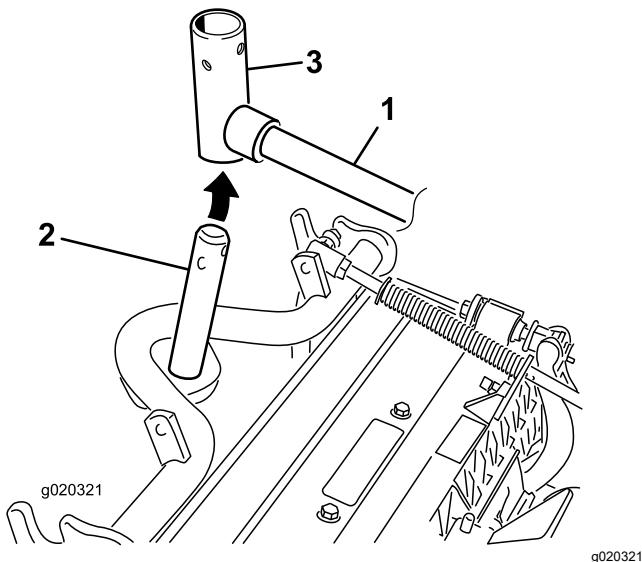

Figura 10
10. En el caso de las unidades de corte delanteras, deslice una unidad de corte debajo del brazo de elevación mientras coloca el eje del bastidor de tiro en la horquilla de pivot del brazo de elevación (Figura 10).
- B. Introduzca la horquilla del brazo de elevación en el eje del bastidor de tiro (Figura 10).